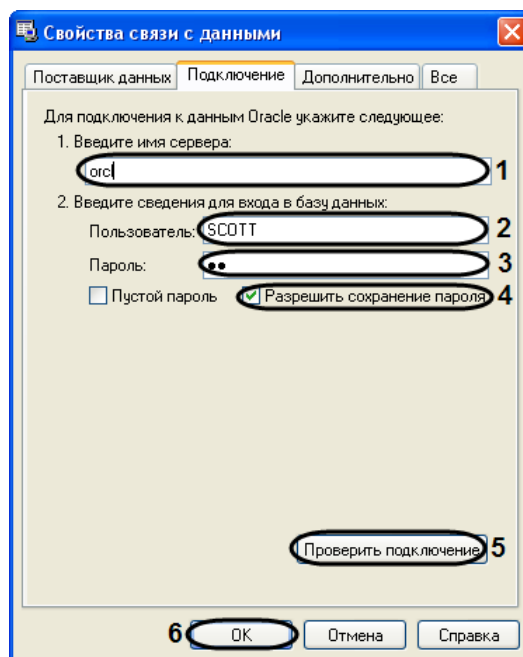

Рис. 7.5-4. Подключение базы данных Oracle
- 5.3.3. В поле «Введите имя сервера» (Рис. 7.5-4, 1) ввести имя сервера баз данных Oracle, к которому подключен локальный клиент Oracle.
5.3.4. В поля «Пользователь» (см. Рис. 7.5-4, 2) и «Пароль» (см. Рис. 7.5-4, 3) ввести имя пользователя и пароль для подключения к серверу баз данных Oracle.
5.3.5. Установить флажок «Разрешить сохранение пароля» (см. Рис. 7.5-4, 4).
*Примечание.* Для проверки подключения к серверу баз данных Oracle следует нажать кнопку «Проверить подключение» (см. Рис. 7.5-4, 5). В случае успешной проверки подключения будет выведено окно сообщений (Рис. 7.5-5). Для закрытия окна сообщений необходимо нажать «ОК» (Рис. 7.5-5).
5.3.6. Для завершения подключения внешней базы данных Oracle нажать «ОК» (см. Рис. 7.5-4, 6).